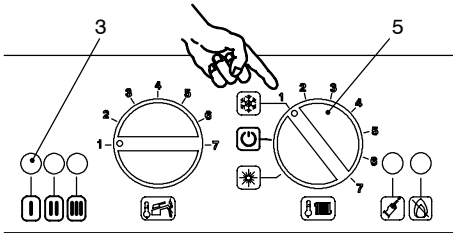

fig. 6.5
- 16 Dare alimentazione elettrica alla caldaia (interruttore bipolare); la lampada di segnalazione 3 in fig. 6.5 si accende circa ogni quattro secondi.
17 Ruotare il selettore di funzione 5 come in fig. 6.5